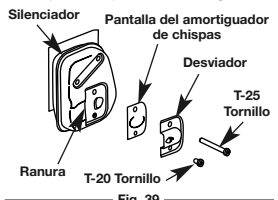

Fig. 39
2. Con un destornillador de vástago plano o broca Torx T20 y Torx T25, saque el tornillo que conecta la cubierta del amortiguador de chispas al silenciador (Fig. 39).